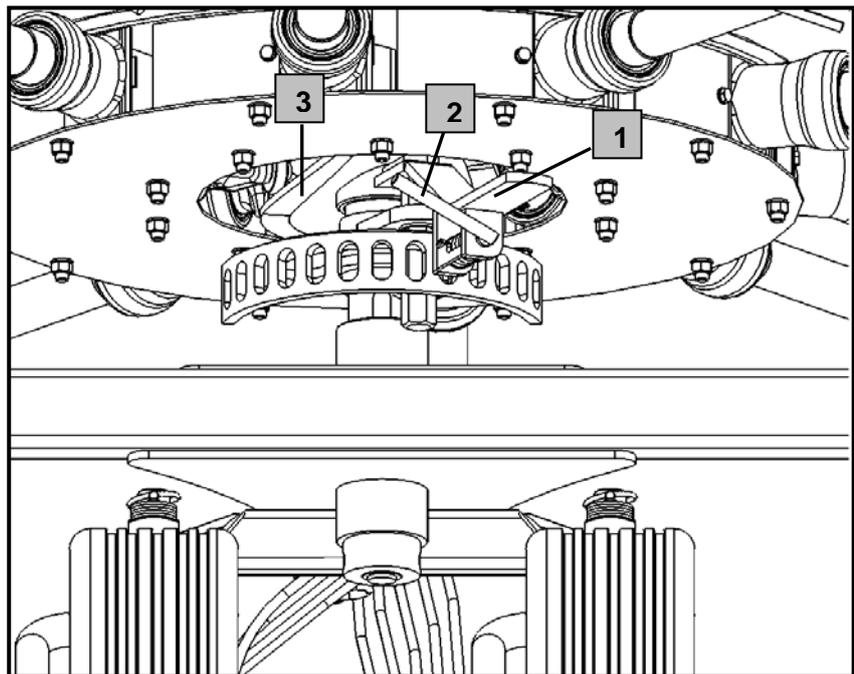

Abbildung 33
Die Schwadablage kann durch verdrehen der Kurvenscheibe (3) verändert werden. (Abbildung 33). Die Kurvenscheibe kann mit dem Hebel (1) verdreht werden, nachdem man den Sicherungsbolzen (2) ausgezogen hat. Nach dem Verstellen die Sicherungsbolzen wieder einrasten lassen.